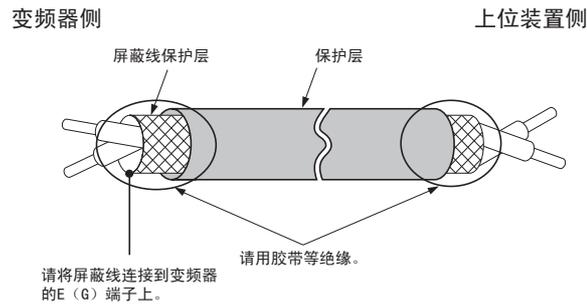

图 30 屏蔽线的线头处理
接线时请参考图 29。并参照图 30 对屏蔽线的线头进行处理。关于紧固力矩，请参照“电线尺寸和紧固力矩”（42 页）。
如果不利用操作器而利用外部频率设定器来设定频率，请按图 30 所示，使用已经过线头处理的双股绞合屏蔽线。屏蔽线应接在变频器的 E (G) 端子上。